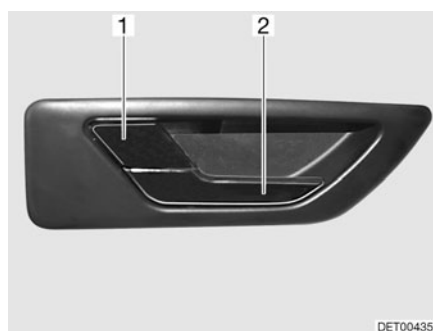

Fig. 40 Serrure de la porte chauffeur, à l'intérieur
- Tirer sur la poignée (Fig. 40,2). La serrure de la porte est déverrouillée. Le levier de sécurité (Fig. 40,1) ressort automatiquement.
- Appuyer sur le levier de sécurité (Fig. 40,1).